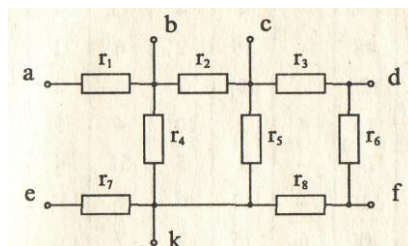

Рис. 1
**Задача.** Для электрической цепи, изображенной на рис. 1., начертите схему в удобном для расчета виде.